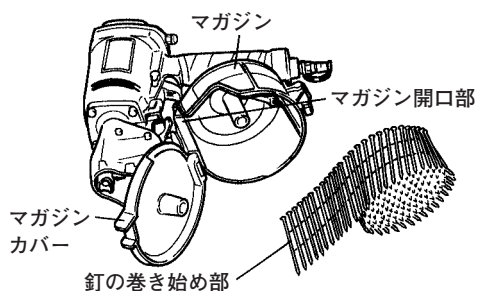

図 7
- 釘をマガジン内に入れます。このとき、釘の巻き始め部をマガジンの開口部に入れますと、次の作業が簡単になります。（図7）